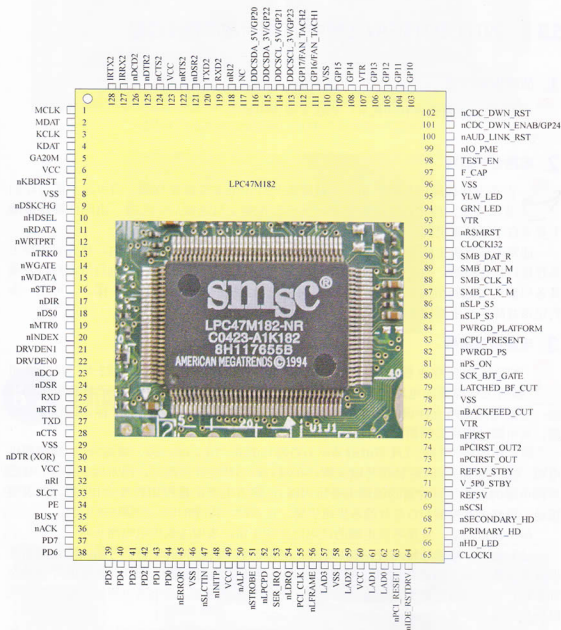

图5-7 LPC47M182-NR型I/O芯片的实物外形和引脚功能
INTEL D915GAV 主板采用 LPC47M182-NR 型 I/O 芯片，由于 LPC47M182-NR 为 128 个引脚的大规模集成电路，其检测过程较为复杂。在检测过程中，应了解各引脚的功能，根据集成电路上标识的具体型号找到相关引脚功能图，并参照图中标识进行实际检测，其引脚功能可参照图 5-7 所示。
(1) 由图 5-7 可知，LPC47M182-NR I/O 芯片的⑥、③①、④⑨、⑥⑩、⑬②脚为 +3.3V 电源供电端，⑦⑩、⑦①脚为 +5V 时钟信号输入端，在对 I/O 芯片进行检测时，用万用表检测 I/O 芯片供电端的电压（以检测⑥的供电电压为例），将万用表的量程调到直流 10V 挡，黑表笔接地，用红表笔检测 I/O 芯片的各供电引脚。正常时，应为 3.3V，如图 5-8 所示。